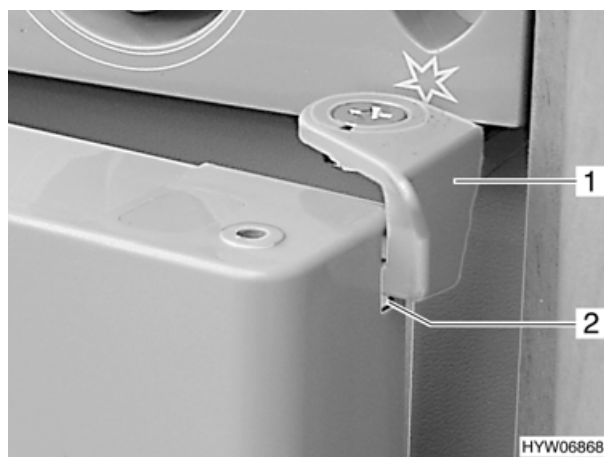

Fig. 54 Porta del frigorifero in posizione di aerazione
- Agganciare la leva di bloccaggio (Fig. 54,1) nell'intaglio (Fig. 54,2) sulla porta del frigorifero. In questo modo la porta rimane ferma in posizione socchiusa.